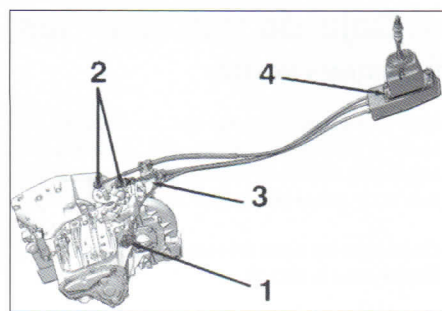

FIG. 10
- **Por el paso de rueda izquierdo,** desmontar el tornillo de fijación (1) del cable de marcha atrás y separarlo (fig. 10).
- separar los cables de selección y de paso de velocidades (2), con una palanca apropiada (útil Peugeot 0216-G1).
- desmontar el soporte de los cables de mando de velocidades (3) sobre la caja.
- separar los cables de selección y de paso de las velocidades (2), con una palanca apropiada (útil Peugeot 0216-G1) (fig. 10).